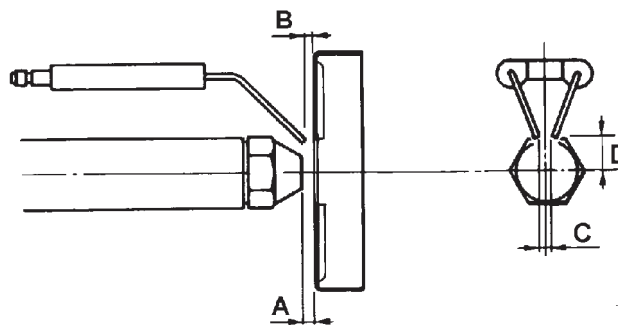

Fig. 18
- Esame elettrodi di accensione e relativi isolatori in ceramica, pulizia, eventuale registrazione e se necessario, sostituzione vedere Fig. 18.